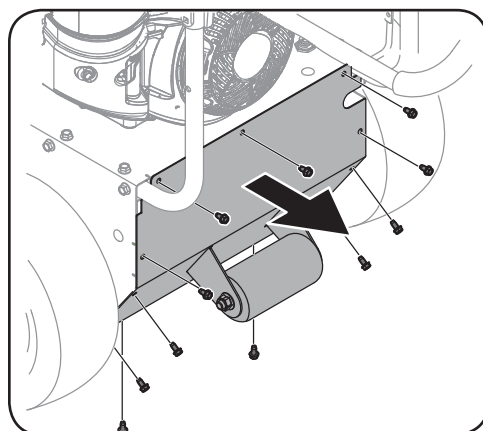

Figure 3-1
1. Enlevez les boulons autotaraudeurs du boîtier. Voir Figure 3-1.